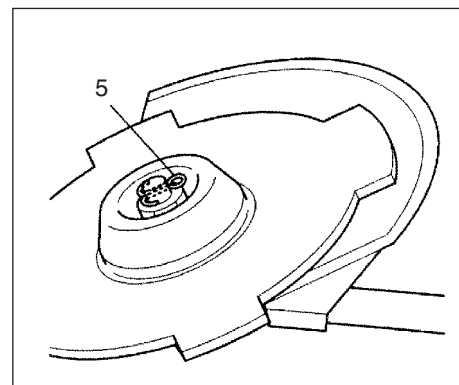

Fig. 1-10C
Hvis enheden er forsynet med en sikringsmøtrik og er udstyret med en split, skal klingens fastgøres med en ny split (5), hver gang den monteres (fig. 1-10C).